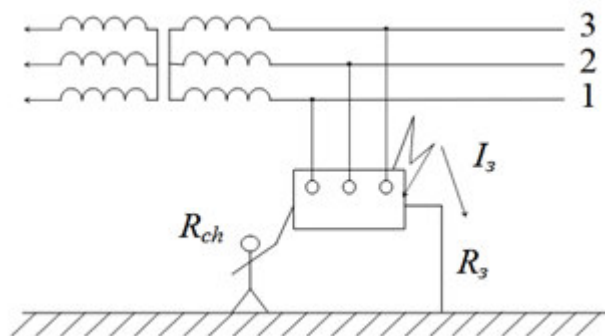

Рис. 1 - Схема включения человека в электрическую цепь ($U = 380/220$ В)
1. Рассчитать ток, проходящий через человека, стоящего на мокром полу в обуви с кожымитовой подошвой и касающегося заземленного корпуса установки, находящейся в аварийном режиме (рис. 1). Установка питается трехфазным напряжением от сети с изолированной нейтралью. Сделать вывод относительно опасности такого прикосновения.